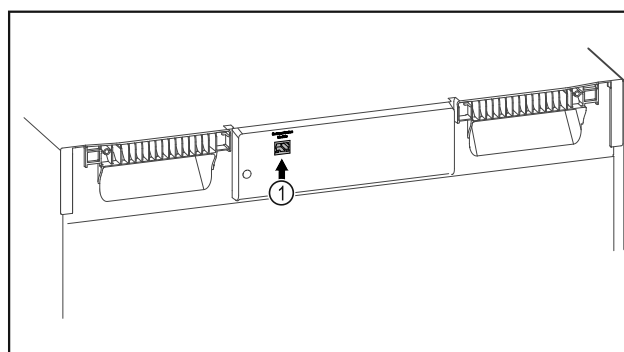

Fig. 108
- Le SmartModule *Fig. 108 (1)* est en place.